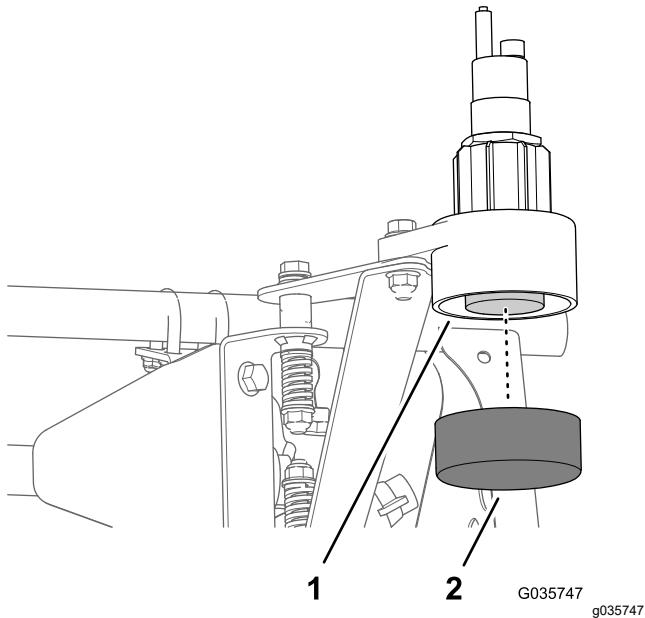

Figura 47
1. Montate il tappo sulla parte inferiore del vano inferiore (Figura 47).